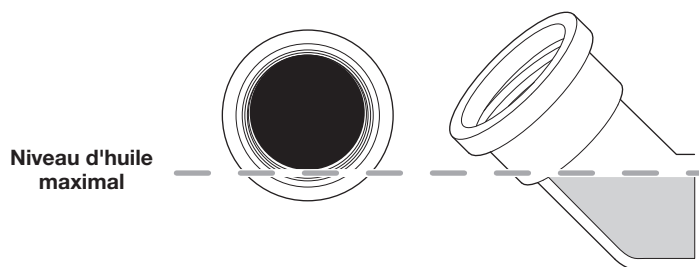

Fig. 19
5. Regardez dans l'orifice de remplissage d'huile, utilisez une lampe de poche si nécessaire. **Le niveau d'huile doit à peine toucher le filet inférieur de l'orifice de remplissage d'huile** (Fig. 19). Si le niveau d'huile est trop bas, ajoutez de l'huile dans l'orifice de remplissage d'huile jusqu'à ce que le niveau d'huile entre en contact avec le filet inférieur de l'orifice de remplissage d'huile.